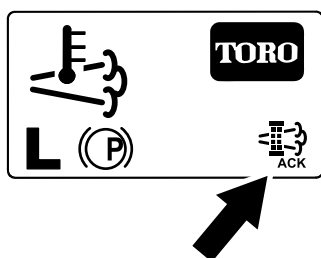

Рисунок 79
8. В ходе процесса регенерации дисплей инфо-центра показывает главный экран и в правом нижнем углу экрана отображается значок подтверждения регенерации (Рисунок 79).